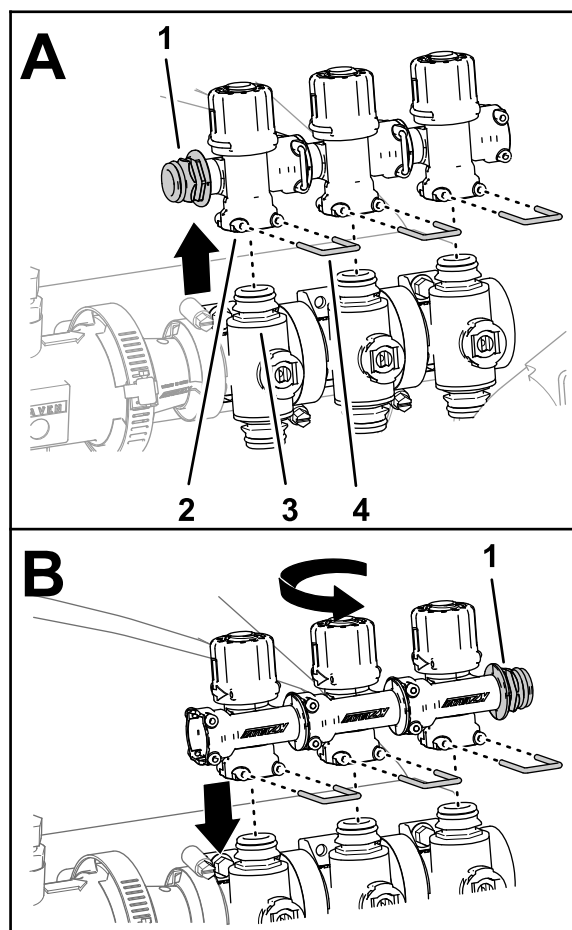

Figura 66
4. Rimuovete i 3 fermi che fissano le 3 valvole di bypass alle valvole delle sezioni di sinistra, destra e centrale (**Figura 66**).
5. Sollevate le valvole di bypass dalle valvole di sezione (**Figura 66**).
6. Ruotate le valvole di bypass di 180° e montatele sui raccordi a disinnesto rapido delle valvole di sezione (**Figura 66**).
7. Fissate le 3 valvole di bypass alle valvole di sezione con i 3 fermi che avete rimosso al passaggio 4 (**Figura 66**).